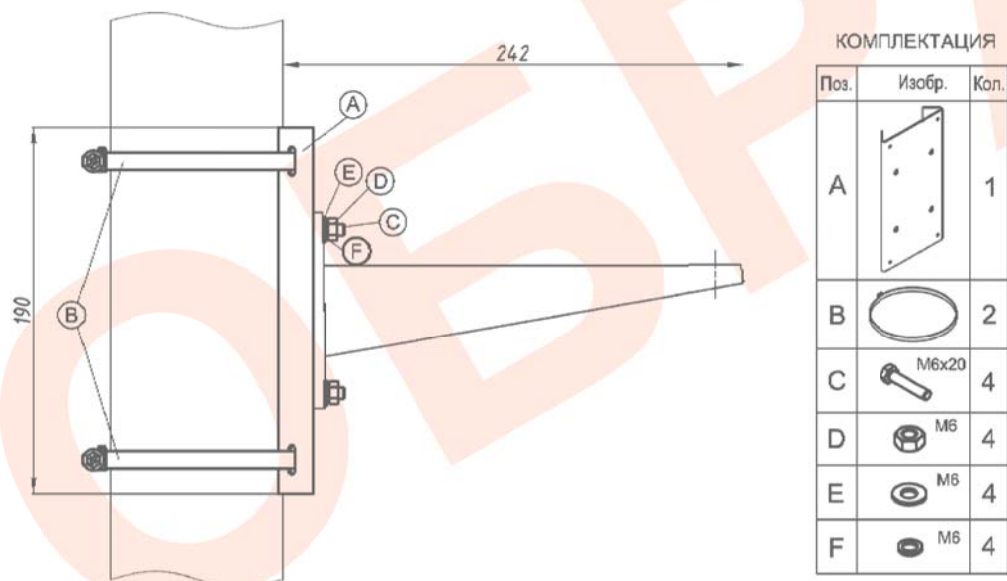

Рис.4 Монтаж кронштейна ТГБ-3 на опору (круглую или квадратную)
1. Кронштейн ТГБ-3 для крепления на опоры \varnothing ; \square = 115÷135мм (другой размер – под заказ). Монтаж кронштейна см. рис.4.